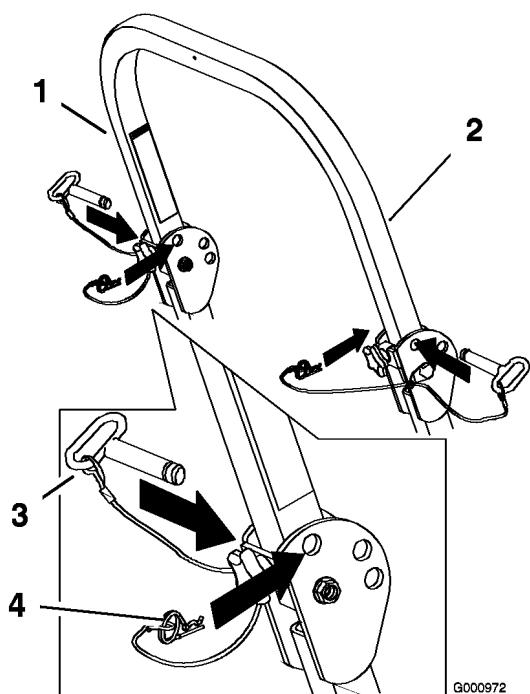

Figure 6
2. Retirez les goupilles fendues puis les deux axes (Figure 6).
4. Posez les deux axes et fixez-les avec les goupilles fendues (Figure 6).
5. Pour relever l'arceau de sécurité, retirez les goupilles fendues puis les deux axes (Figure 6).
6. Relevez complètement l'arceau de sécurité puis insérez les deux axes et fixez ces derniers avec les goupilles fendues (Figure 6).